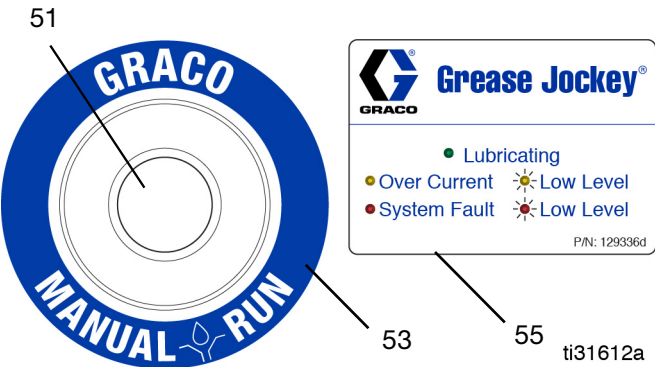

FIG. 19
- 4. Limpie la superficie alrededor del borde exterior del pulsador (1). Posicione la etiqueta (53) alrededor del botón y péguela (FIG. 19).